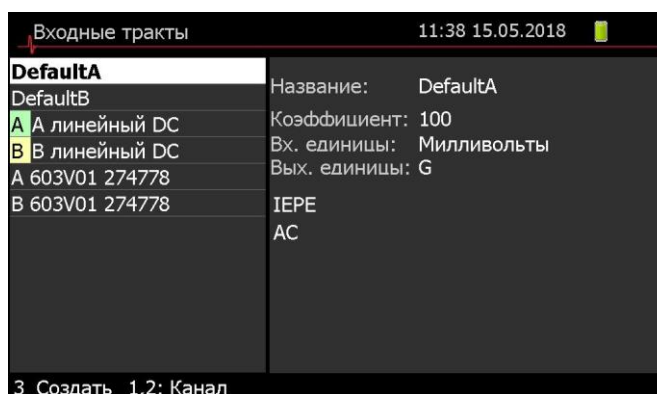

Рисунок 5.2.3
3. В меню «Входные тракты» осуществить проверку корректности установки вибропреобразователей, рисунок 5.2.3. Подробное описание подключения и настройки вибропреобразователей приведено в п. 6.20 настоящего документа.